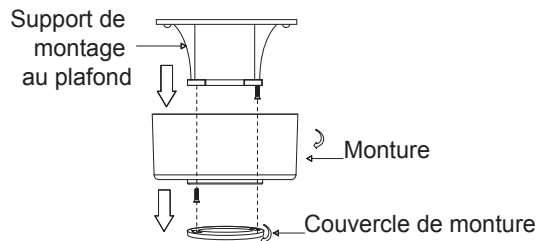

Fig. 5
**Étape 1.** Retirez le couvercle décoratif inférieur de la monture en le tournant dans le sens antihoraire. (Fig. 5)
**Étape 2.** Retirez le support de montage au plafond de la monture en retirant (et conservant) l'une des deux vis. Desserrez la vis restante d'un demi tour. (Fig. 5)